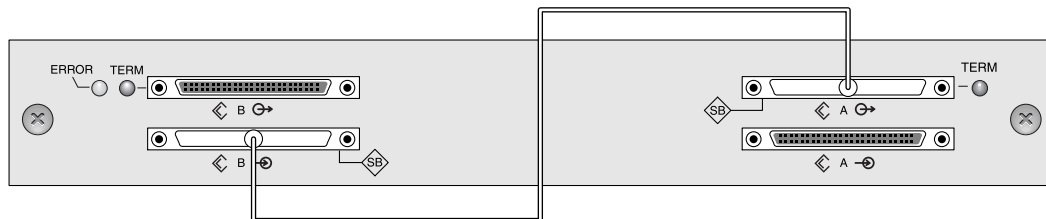

FIGURE 4-16 Câblage de raccordement requis pour une unité d'extension monobus
2. Pour configurer une unité d'extension selon une configuration monobus, connectez le câble de raccordement SCSI entre les ports SCSI (les ports inférieur gauche et supérieur droit) comme indiqué à la FIGURE 4-16. Serrez les vis de calage du câble en donnant six tours dans le sens des aiguilles d'une montre afin de garantir un branchement et un fonctionnement corrects.